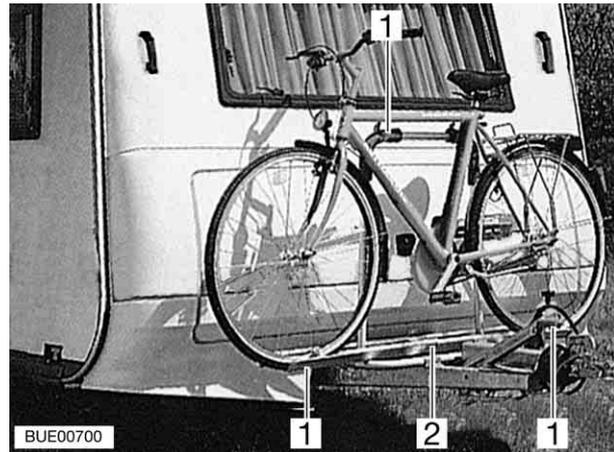

Bild 210 Fahrradträger am Bug
- Fahrräder auf den Fahrradträger (Bild 210,2) aufsetzen und mit Quick-Riemen (Bild 210,1) verzurren.